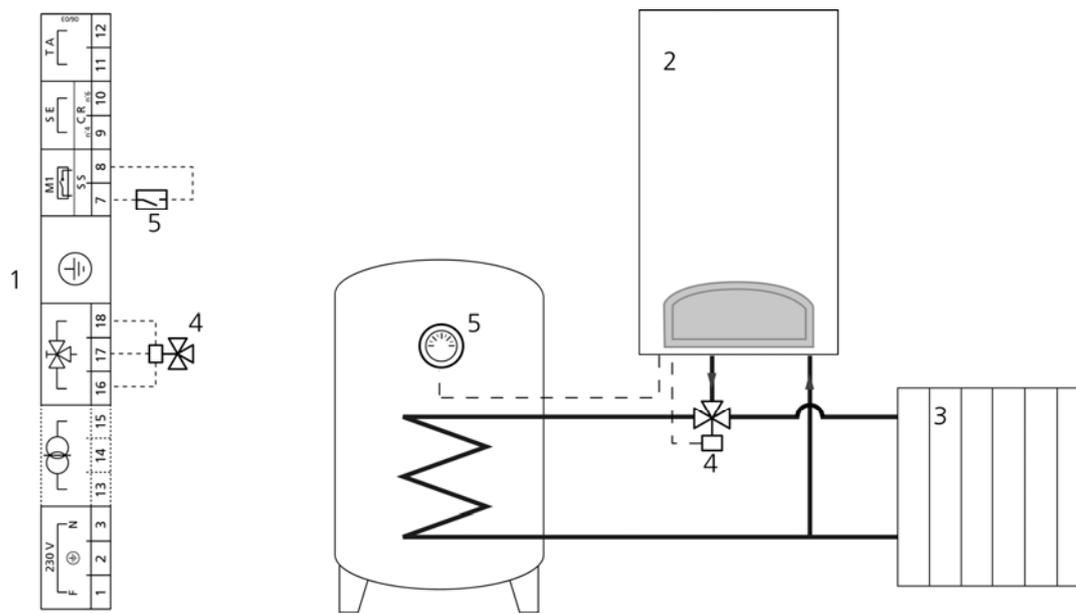

Figura 21
- realizzare il circuito idraulico rappresentato in Figura 21.